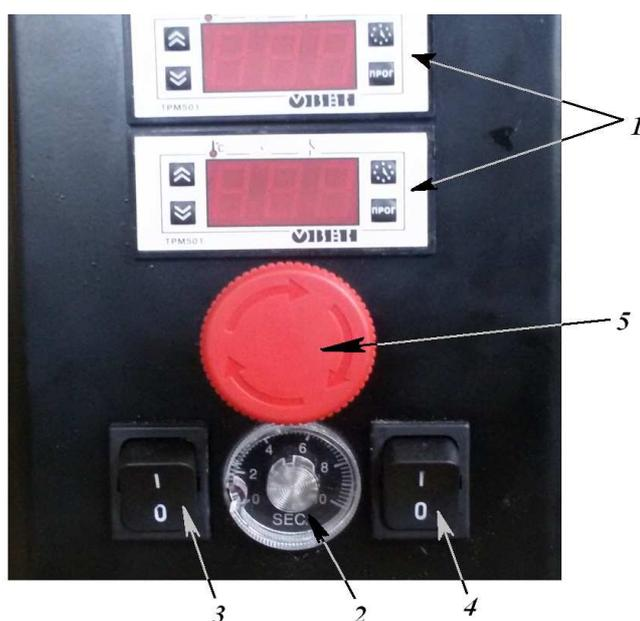

Рисунок 1
5. С помощью таймера задания продолжительности прессования (рисунок 1 поз. 2) поворотом ручки задать требуемый интервал в диапазоне от 0 до 10 секунд.
Примечание: в процессе прессования теста ручка защитной решетки удерживается до тех пор, пока нижняя рабочая поверхность не начнет опускаться. Время удержания задается с помощью таймера (рисунок 1 поз.2). При необходимости, ручку защитной решетки можно отпустить в любой момент. В таком случае нижняя рабочая поверхность опустится раньше заданного времени.
**ВНИМАНИЕ!** При возникновении непредвиденных обстоятельств, когда требуется немедленно остановить работу пресса, необходимо нажать на кнопку аварийного выключения (рисунок 1 поз. 5). При необходимости, отключите пресс от сети до прибытия квалифицированного обслуживающего персонала.